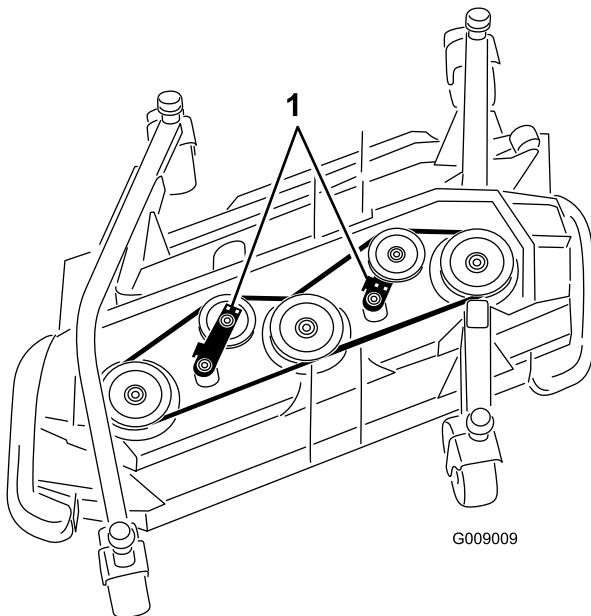

Bild 83
3. Schieben Sie die Spannscheibe mit einem Schraubenschlüssel oder einem ähnlichen Werkzeug (Bild 83) vom Treibriemen und lassen Sie den Riemen von der Getriebespannscheibe rutschen.